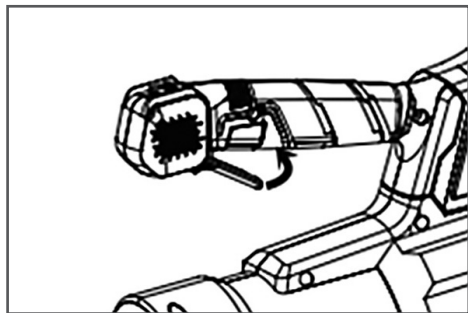

Рис. 4 Включение устройства
1. Чтобы включить воздуходувное устройство нажмите на рычаг включения как это показано на Рис. 4. Для выключения отпустите рычаг включения.